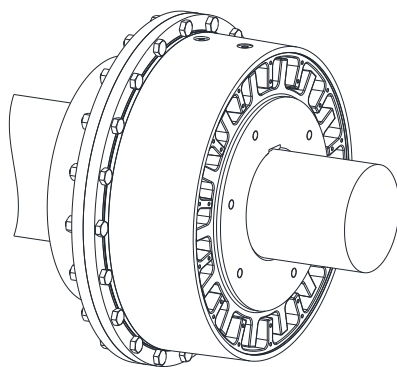

Fig. 12
- Insérez les élastomères individuels (composant 5) dans les cavités entre le moyeu et l'anneau de came dans l'ordre prescrit selon les Figures 12, 13 et 14. Notez que la flèche sur les élastomères individuels est dirigée vers l'arbre.